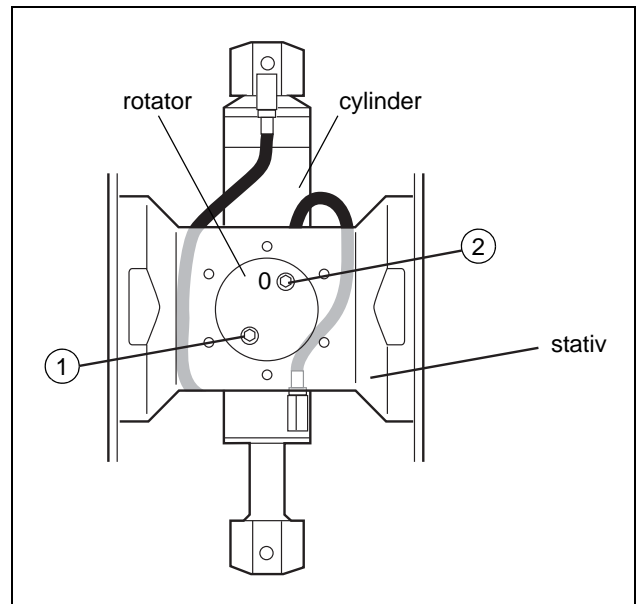

Fig. 13 Anslutning av hydraulslangar
4. Anslut hydraulslangarna. *Se Fig. 13.*